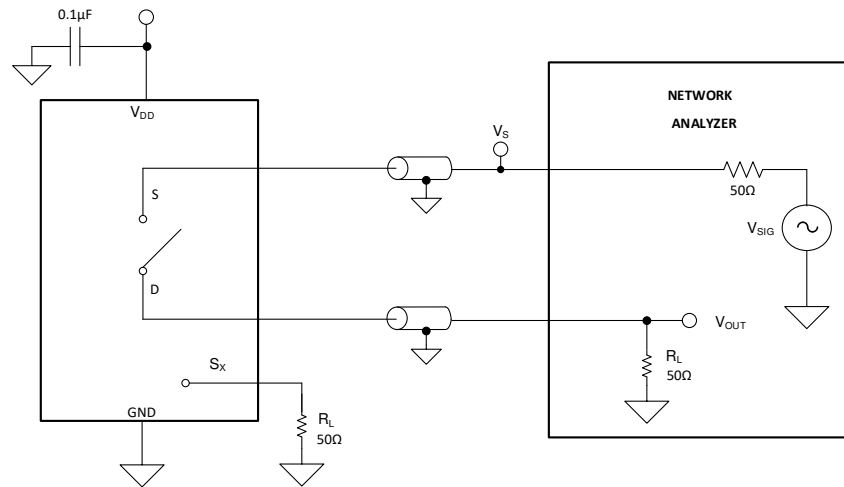

図 7-8. オフ絶縁測定時の設定
オフ絶縁は、オフチャネルのソース ピン (S_x) に信号が印加された場合に、そのデバイスのドレイン ピン (D) に現れる信号の比率として定義されます。図 7-8 に、測定を行う際の設定と、絶縁を計算するための式を示します。